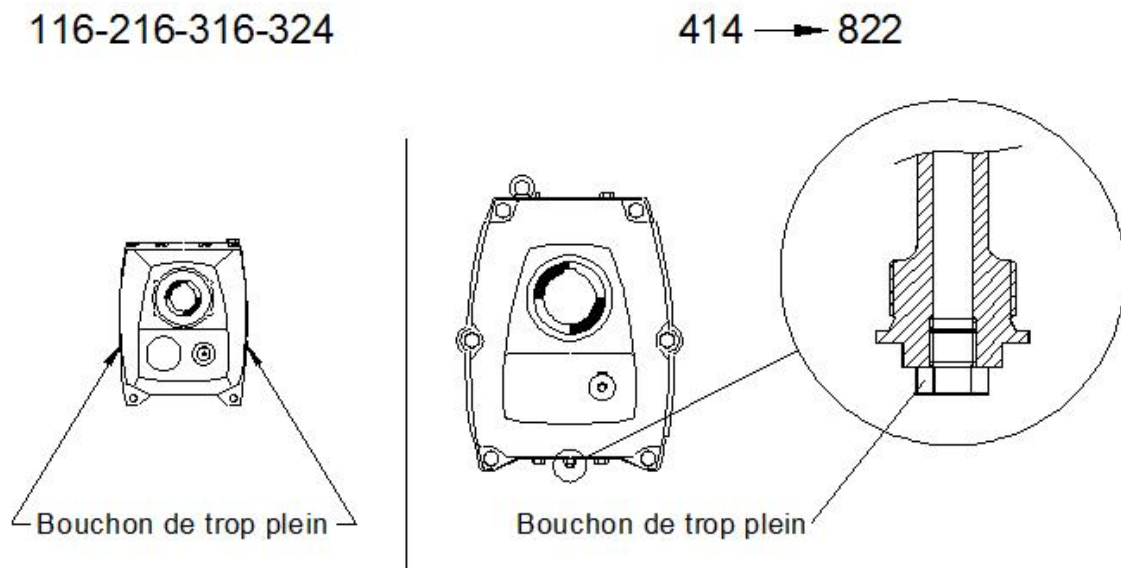

Figure 7: Bouchons de trop-plein
- ★ ***Si le réducteur de taille 414 à 822 n'est pas équipé d'un bouchon « tube » de trop plein comme illustré Figure 7: Bouchons de trop-plein supra, ajuster les niveaux d'huile suivant le Tableau 2: Quantité d'huile en litre page 7***